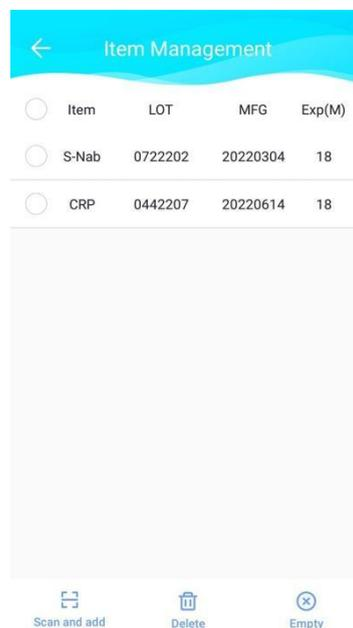

Figura 6- Gestione articoli
g) Gestione degli articoli. Fare clic su " Gestione articoli " nell'interfaccia delle impostazioni di sistema per accedere all'interfaccia di gestione degli articoli (vedere la Figura 6). Qui, l'utente può visualizzare gli elementi aggiunti, con l'aggiunta recente che appare in cima ai record. Consente inoltre di selezionare gli elementi da eliminare